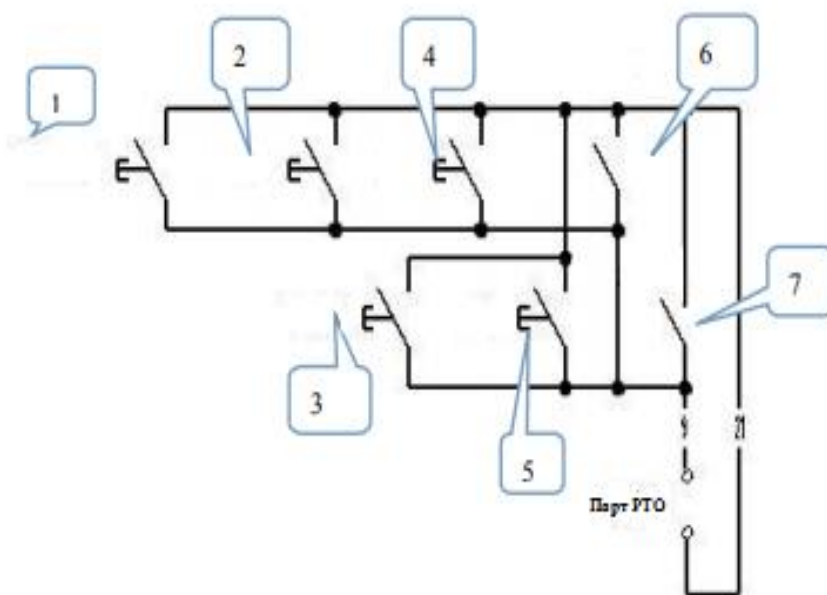

Рис.4 Схема подключения проводов системы ускорения
3. Схема подключения проводов системы ускорения (Рис.4)